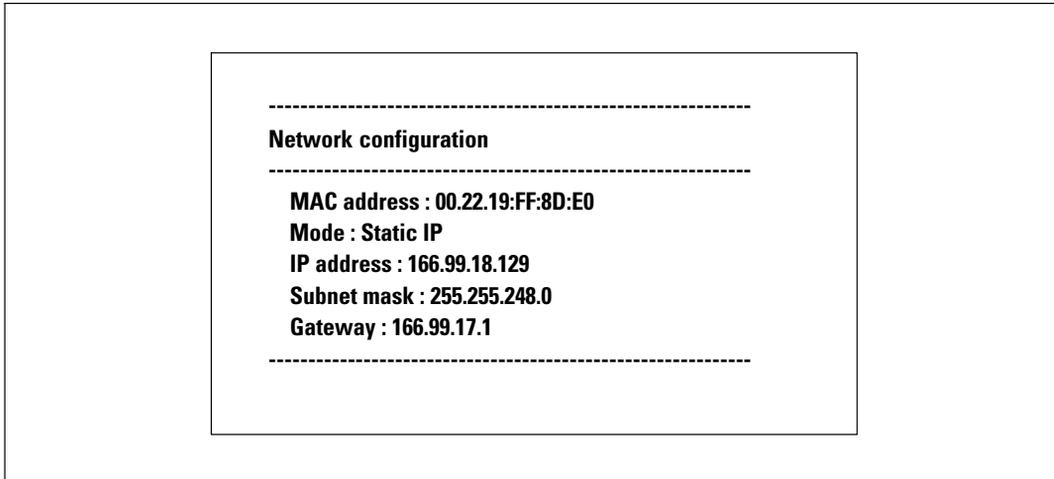

Figura 41. Opción Leer Configuraciones de la red
- **Leer configuraciones de la red:** para ver la configuración de la red (consulte la Figura 41).